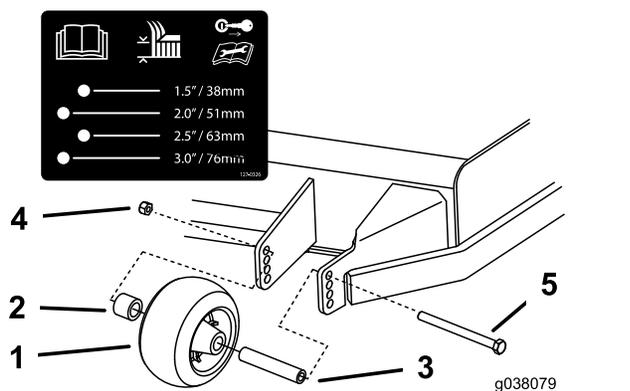

Рисунок 33
3. Отрегулируйте защитные валики, как показано на **Рисунок 33**.